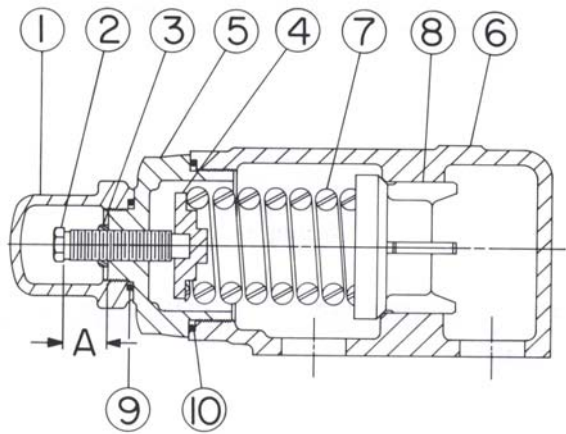

图 17 - AK 和 AL
2. 测量并记下调整螺栓的伸出长度, 见图 17, 18, 19 中的尺寸“A”